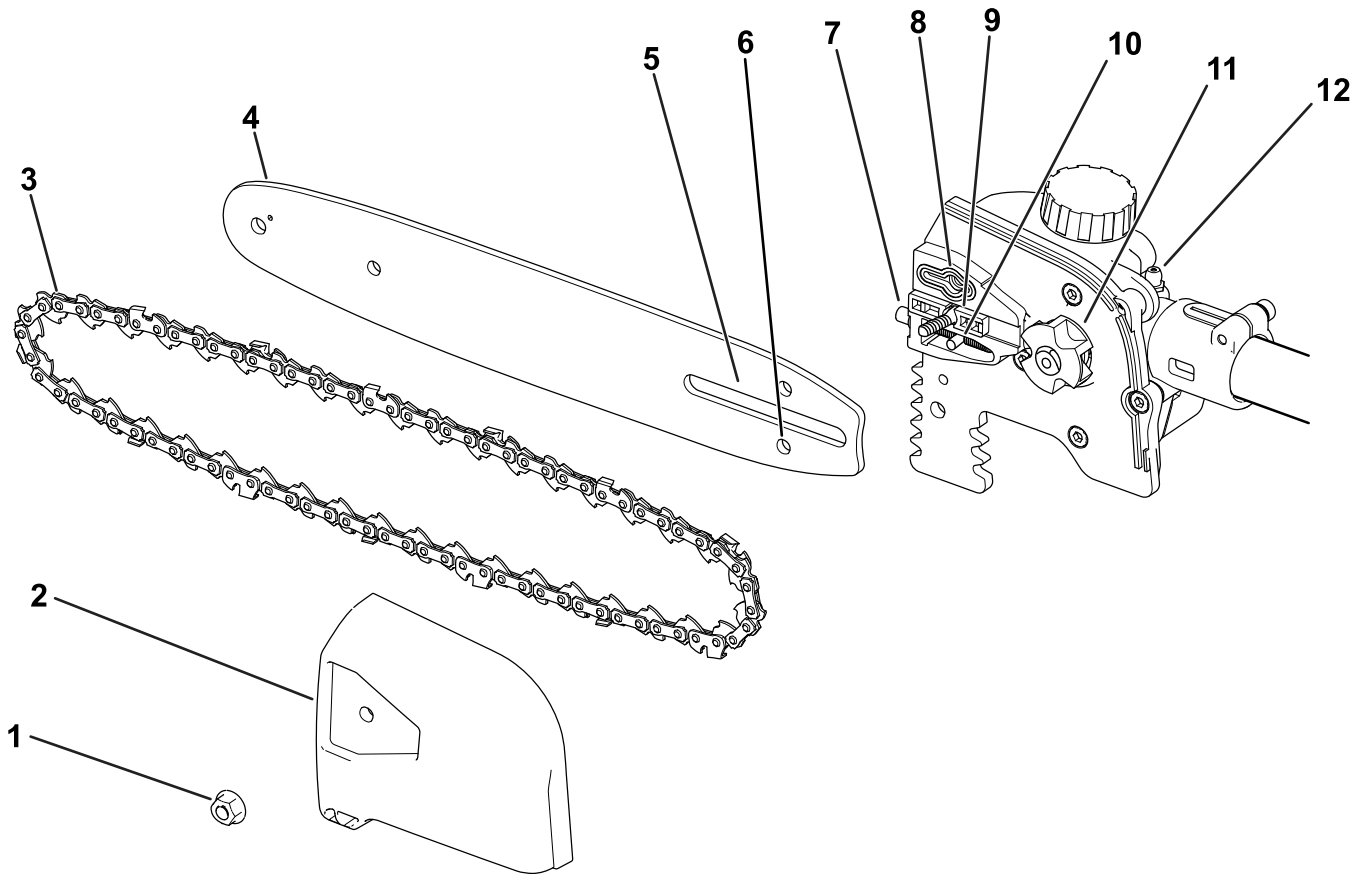

Figure 3
2. Déposez le couvercle latéral; tournez la vis de l'étui du guide-chaîne dans le sens antihoraire jusqu'à ce que la vis puisse être retirée, puis déposez le couvercle latéral (Figure 3).
5. Placez la boucle ouverte de la chaîne (le côté qui n'est pas sur le guide) autour du pignon d'entraînement de l'élagueuse (Figure 3).
Important: Vérifiez que le goujon de réglage de la chaîne est bien inséré dans la fente correspondante sur le guide-chaîne (Figure 3).